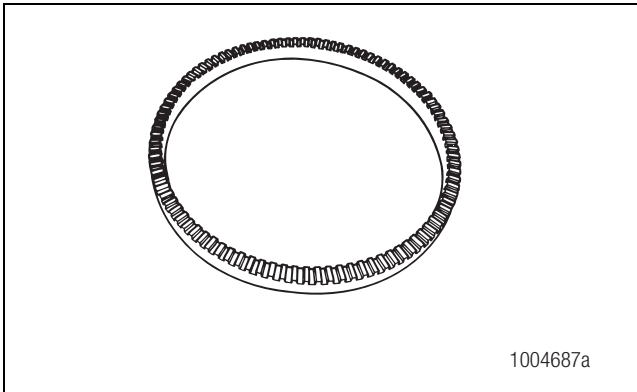

Figura 1.7
- Anillo maquinado o troquelado montado a una superficie maquinada de la maza de cada rueda monitoreada por el ABS. Figura 1.7.